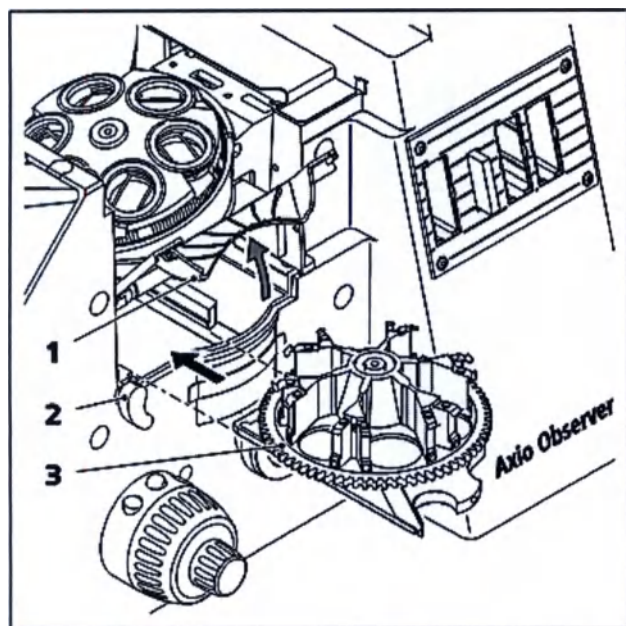
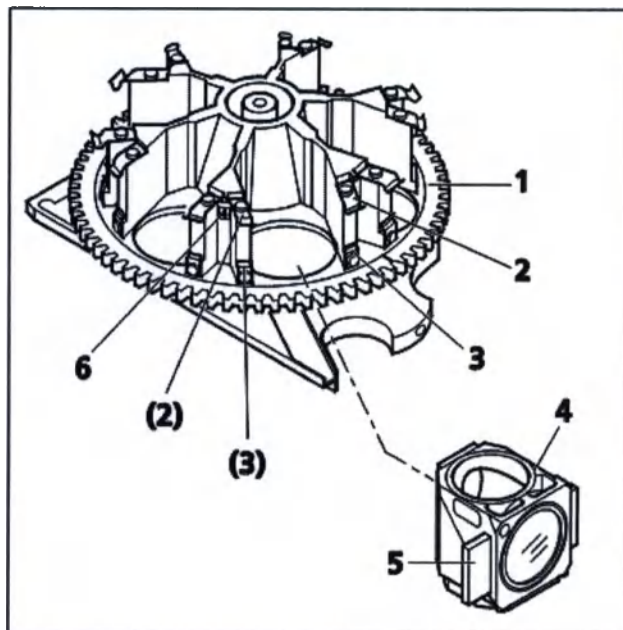

Рис. 34 Установка рефлекторной турели
Рис. 35
- Поверните фиксирующий рычаг (рис. 34/2) вниз и откройте крышку (рис. 34/1).
- Установите турель с рефлекторными модулями или без них (рис. 34/3) в отверстие под турелью объективов, задвинув ее до упора.
- Закройте крышку (рис. 34/1) и поверните фиксирующий рычаг (рис. 34/2) вверх.
- Поверните фиксирующий рычаг (рис. 34/2) вниз и поднимите крышку (рис. 34/1).
- Вытяните турель (рис. 34/3) или (рис. 35/1) из штатива до первого фиксированного положения (либо полностью снимите ее и положите на подходящую поверхность (ровный стол)).
- Вставьте рефлекторные модули (рис. 35/4) в соответствующие нужной комбинации фильтров гнезда (см. обозначение гнезда рис. 35/6), начиная с гнезда № 1 (эмиссионным фильтром вниз). Чтобы установить модули, вставьте фиксаторы (рис. 35/5), расположенные слева и справа на модуле, в два нижних пружинных фиксатора рис. 35/3 сверху по диагонали, а затем надавите на модуль, прижимая его к верхним пружинным фиксаторам (рис. 35/2) до фиксации.